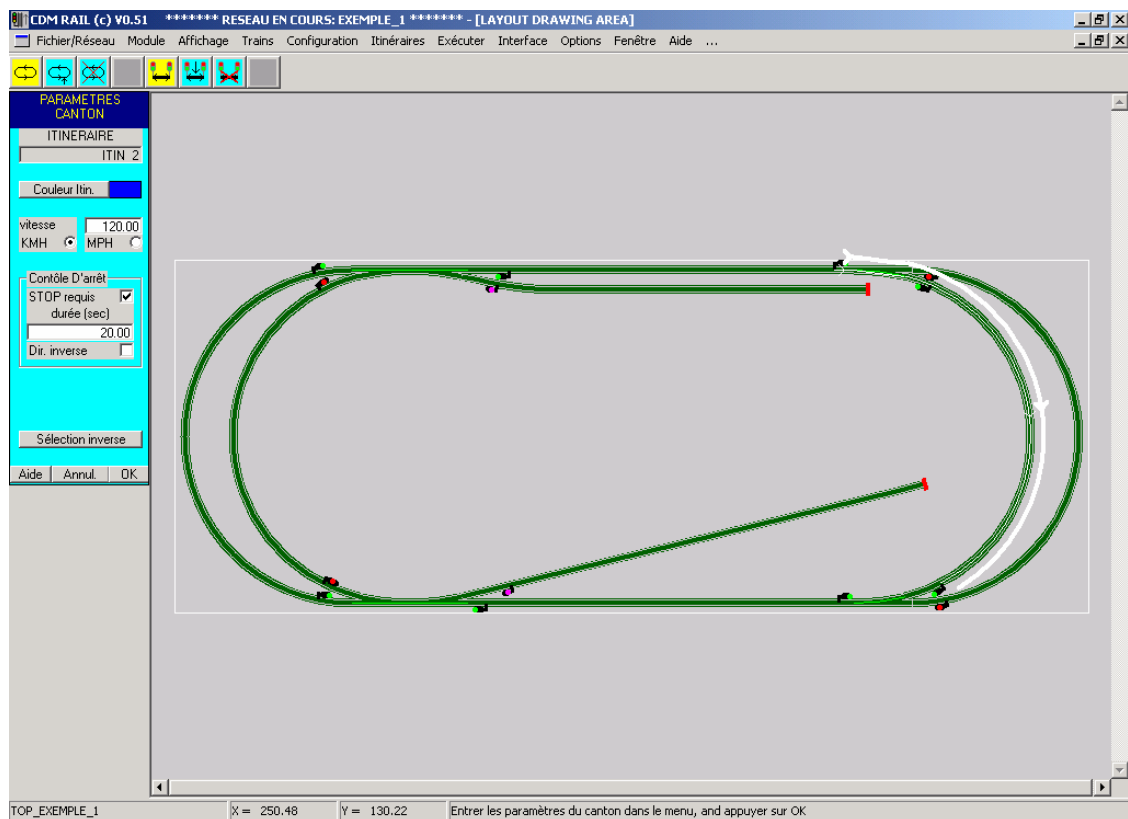

Figure 7-10 Premier canton de l'itinéraire ITIN_2, avec arrêt programmé.
- ITIN_2 est le symétrique de ITIN_1, à savoir qu'il emprunte la courbe externe gauche et la courbe interne droite (voir figures 7-10 et 7-11).
La figure 7-10 représente la saisie du premier canton, pour lequel un arrêt de 20 secondes est programmé: cocher la case "STOP requis".